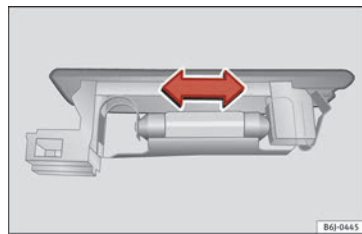

Fig. 206 Luz del maletero.
- Presione la lámpara lateralmente y extráigala del alojamiento » fig. 206.